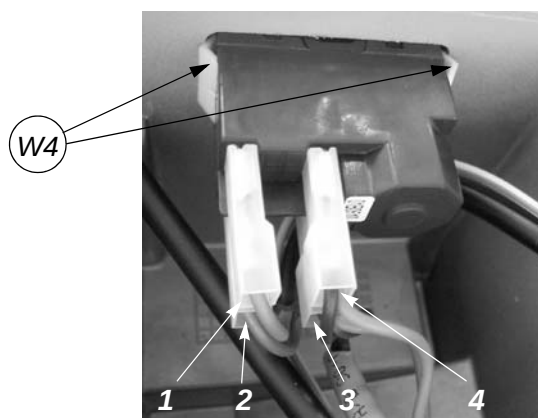

Fig. 31
- 3) Prestando atenção para a sua posição, desligue os vários conectores (1, 2, 3, 4) (fig. 31).
- 7) Volte a posicionar a protecção inferior, fixando-a com os 7 parafusos (W) e os 2 pés. Insira o tabuleiro de recolha das aparas.